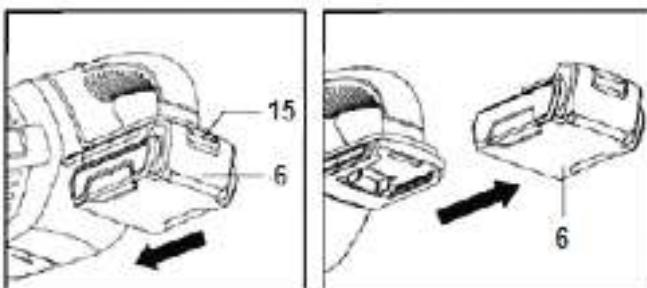

Рис. 3
- Извлеките аккумулятор 6 (Рис. 3) из инструмента, нажав на кнопку разблокировки аккумулятора 11 (Рис. 3) и потянув аккумулятор из устройства.
- Извлеките аккумулятор 6 (Рис. 3) из устройства, нажав на кнопку разблокировки аккумулятора и потянув аккумулятор из устройства.